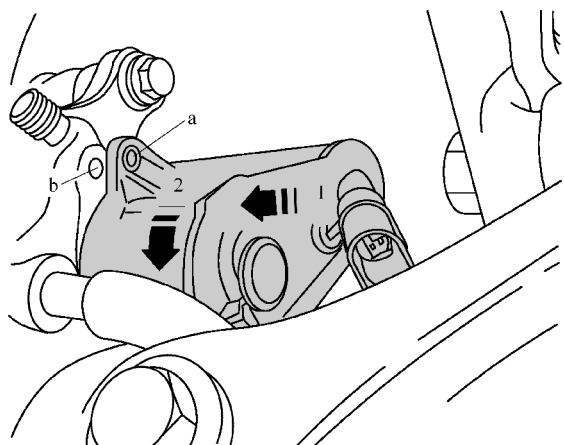

图 3-2-75 安装伺服电动机
(3) 如图 3-2-75 所示，在箭头 1 方向上装上电动机，此时注意密封环的正确配合。按箭头 2 所示转动电动机，使制动钳体里的螺栓孔 a 和螺纹 b 重合。注意使电动机整齐而平整地紧贴在制动器外壳上。
(4) 安装伺服电动机的两个紧固螺栓，拧紧力矩 $12\text{N} \cdot \text{m}$ ，必须要用手安装螺栓并拧入几圈。当螺纹有损坏时必须更换整个制动钳。
(5) 安装插接器，安装车轮。